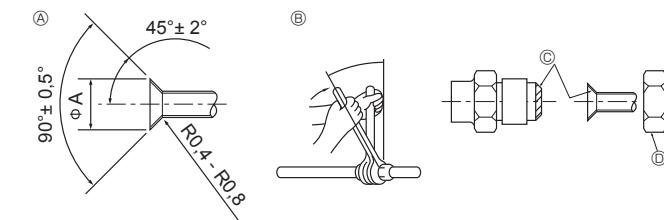

Fig. 4-1
4.2. Rohranschlüsse (Fig. 4-1)
③ Anzugsdrehmoment für die Konusmutter